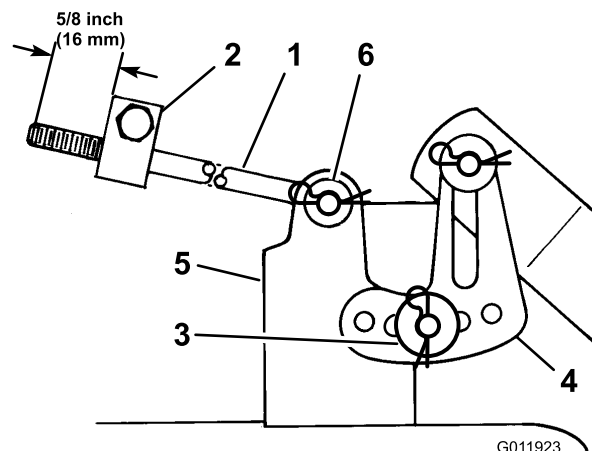

Figure 9
8. Vérifiez que les deux tiges dépassent du bloc de réglage de 16 mm (Figure 9).
9. Glissez l'extrémité de la longue tige dans le trou du support du plateau (Figure 9).
10. Fixez la tige en place au moyen de la rondelle mince et de la goupille fendue (Figure 9).
11. Montez la patte fendue de mise à niveau du plateau de coupe sur l'axe du support du plateau de coupe (Figure 9).
12. Fixez le plateau de coupe au moyen de la rondelle épaisse et de la goupille fendue (Figure 9).